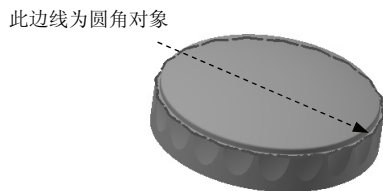

图 7.9 倒圆角 3
(1) 选择命令。在 **阵列** 区域中单击 按钮。
(2) 选择要阵列的特征。在图形区中选取扫掠特征（或在浏览器中选择“扫掠 1”特征）。
(3) 定义阵列参数。
① 定义阵列轴。在“环形阵列”对话框中单击 按钮，然后在浏览器中选取“Y 轴”为环形阵列轴。
② 定义阵列实例数。在 **放置** 区域的 按钮后的文本框中输入数值 20。
③ 定义阵列角度。在 **放置** 区域的 按钮后的文本框中输入数值 360.0。
(4) 单击 **确定** 按钮，完成环形阵列的创建。
Step 9 创建倒圆特征 3。选取图 7.9 所示的模型边线为倒圆对象，输入倒圆角半径值 0.2。